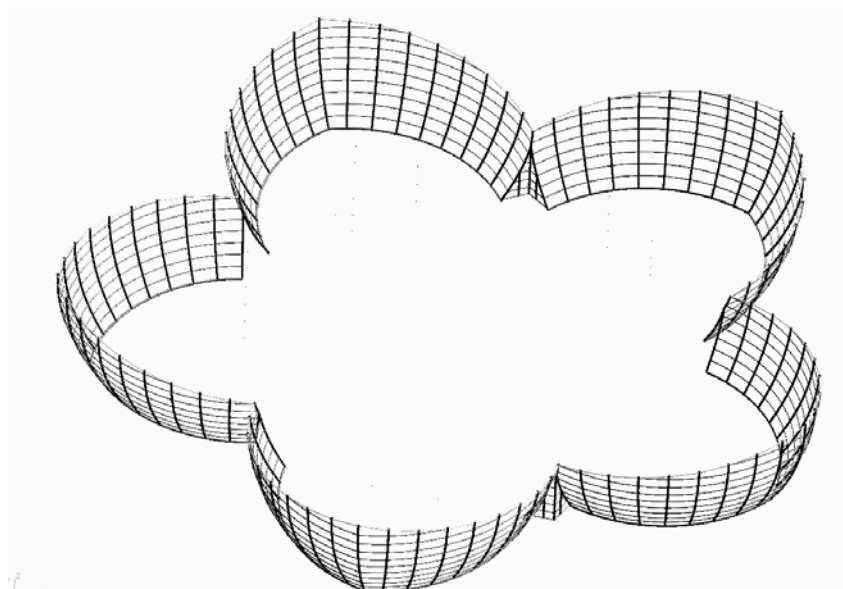

图 8. 花瓣上的梁和柱
4. 如图 8 所示，在球心和花瓣顶点连一条线，球心和最外面一段弧梁的下面一点连成一条线，用显示平面命令选择空间切面，点确定后选择球心和最外面弧上的两点。在这个面内旋转阵列圆心弧下面点的线，旋转 10 个 3.6° 。然后删除水平的线，在这个平面立面用交点分图，在弧柱上确定弧梁的位置。然后删除辅助线，复制最下面的板到各个弧梁的位置，对全图用交点分图命令得到弧梁上的点。删除辅助板和辅助线后新建一个弧梁图层，颜色用粉红色。用弧